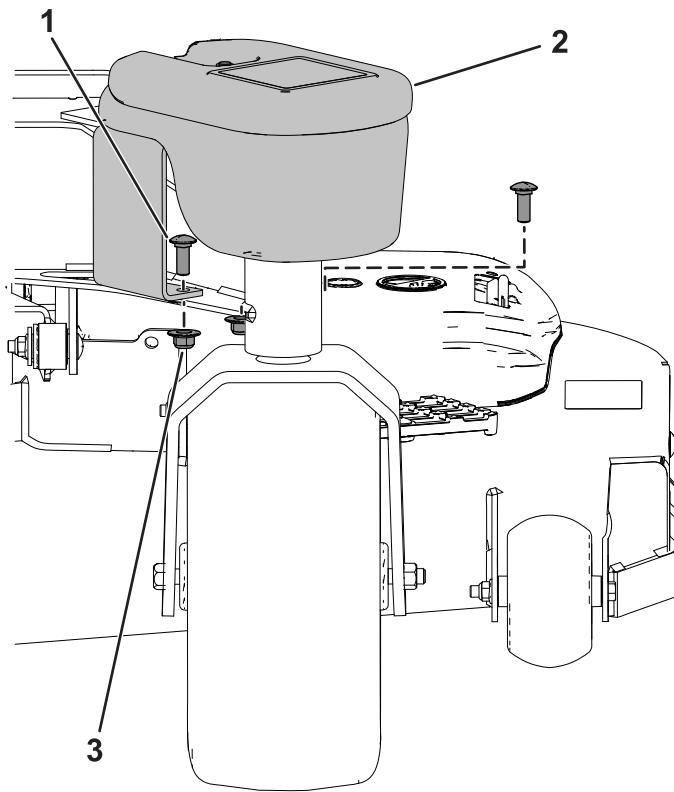

Figura 8
3. Sujete el peso ensamblado de la rueda giratoria al brazo de la rueda giratoria con 2 pernos de cuello cuadrado ($\frac{3}{8}$ " x 1") y 2 tuercas con arandela prensada ($\frac{3}{8}"), como se muestra en la Figura 8.$